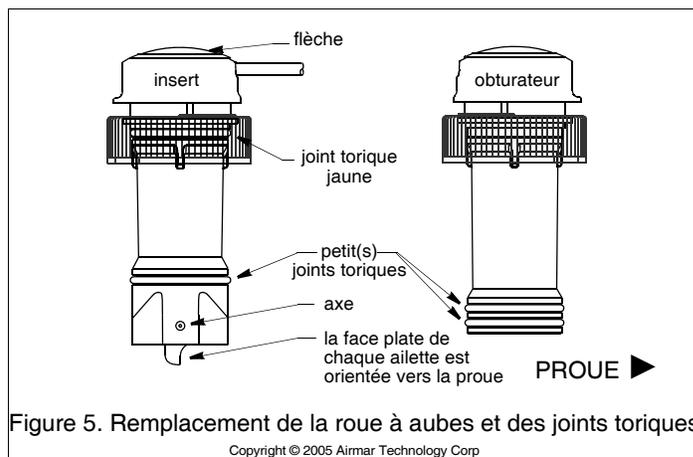

Figure 5. Remplacement de la roue à aubes et des joints toriques
- Les joints toriques doivent être intacts et bien lubrifiés pour assurer une parfaite étanchéité. Inspectez les joints toriques de l'obturateur et remplacez-les si nécessaire, lubrifiez-les avec la graisse silicone fournie ou du gel de paraffine (Vaseline®) (Figure 5).
- Pour enlever la roue à aubes à remplacer, saisissez l'extrémité de l'axe avec une paire de petites pinces coupe-câbles obliques et tirez sur l'axe (Figure 5).